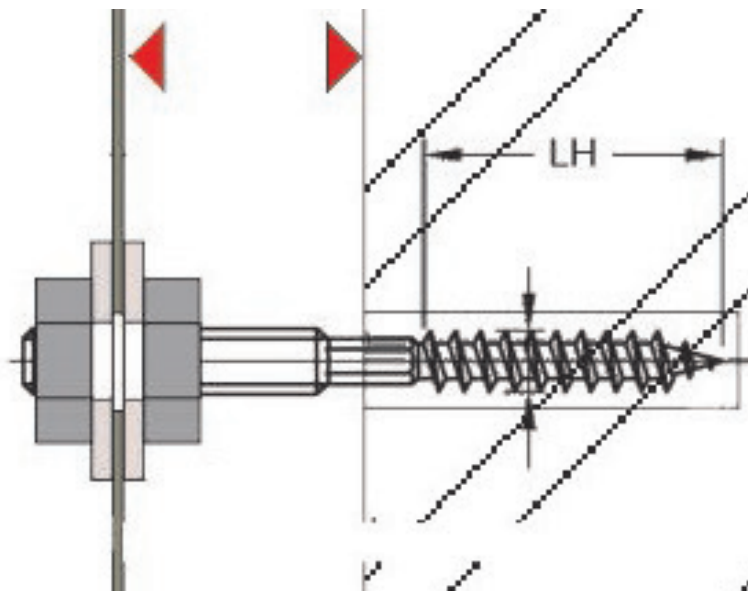

Abbildung 1
- 1. Befestigen Sie den Wandhalter an der Wand und richten diesen mittels Wasserwaage aus. Siehe Abbildung 1 (Landscape) / Abbildung 2 (Portrait).**